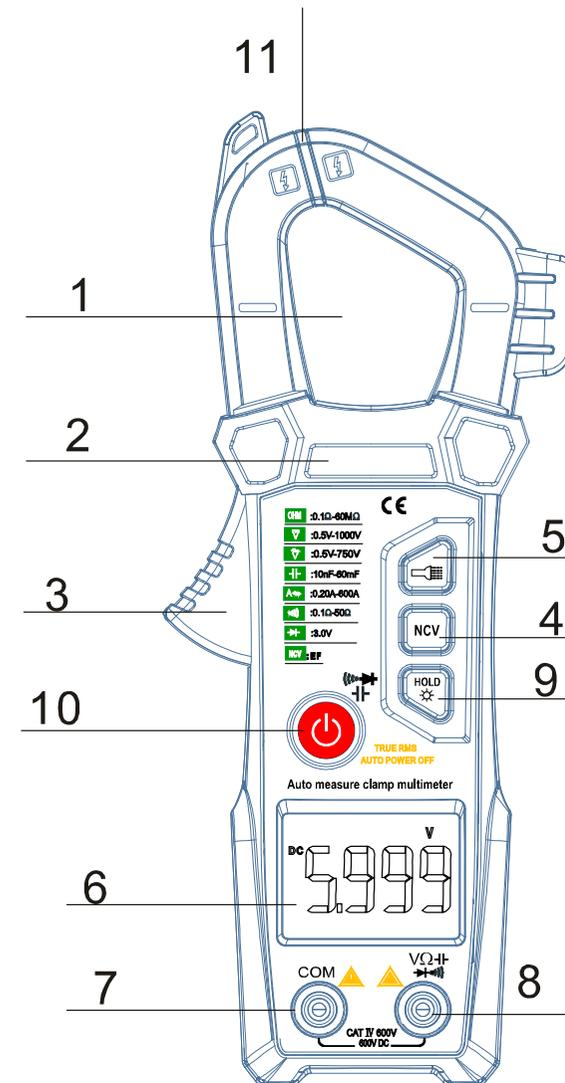

图 1
1. 按动把手 10，根据测量线径的大小，缓缓打开钳头张口，将被测量电流线的任一根垂直穿过钳头正中央，仪表会根据测量电流的大小自动切换到相应的量程上如图 1 所示，被测电流值及红色表笔点的电流极性将同时显示在屏幕上。钳表一次只能测量一根导体，若同时测量两个或多个导体，测量读数会是错误的。